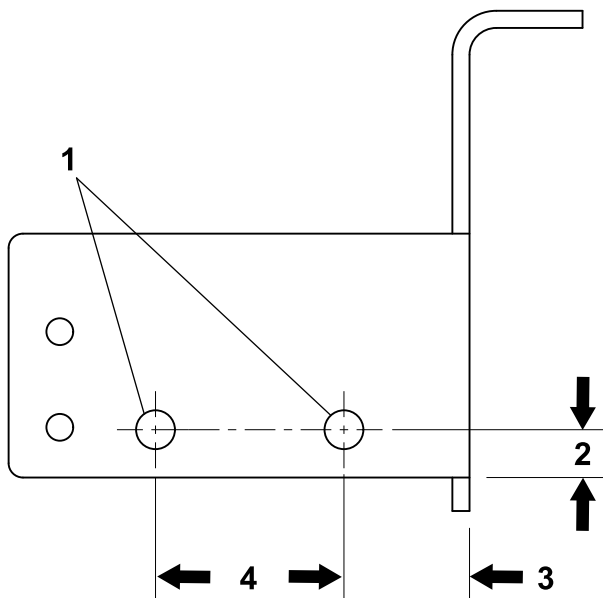

Figure 24
1. Boulon (5/16" x 1") (2) 3. Plaque
2. Écrou (5/16") (2)
6. Localisez, repérez et percez 2 trous (13/32") dans la plaque, comme montré à la Figure 24.